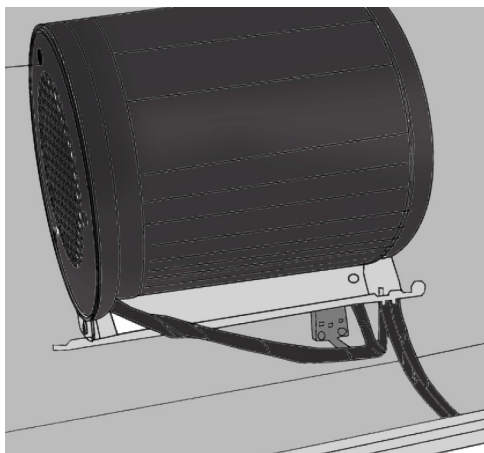

Figure 7
- Le câble électrique est situé sous le moteur lorsque vous remplacez la sortie du moteur (voir figure 7).